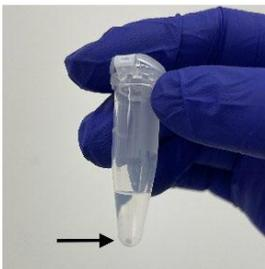

图 8. 解离离心后的微珠沉淀
9. 以 $3000 \times g$ 室温离心 2 分钟, 应可见白色的微珠沉淀 (见图 8)。